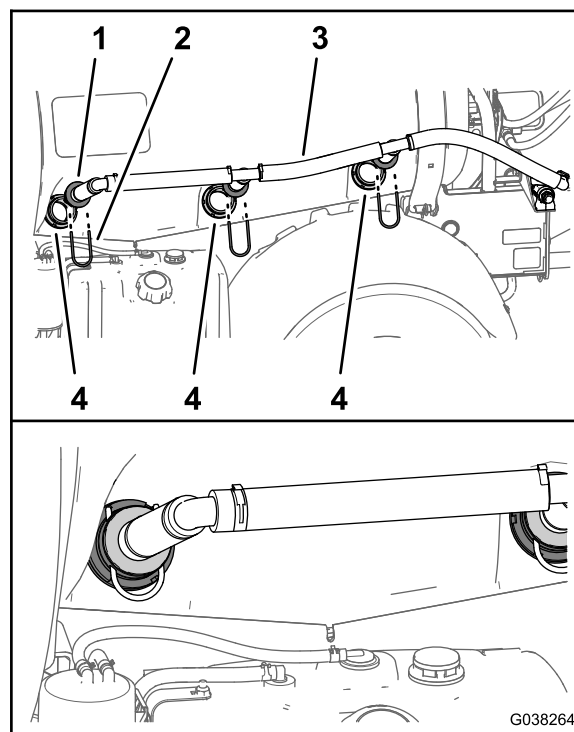

Figura 62
- Fissate gli ugelli dell'agitatore con i 3 fermi (Figura 62) che avete rimosso al passaggio 1 di Rimozione degli ugelli dell'agitatore dal serbatoio dell'irroratrice (pagina 13).
- Inserite i 3 ugelli dell'agitatore del gruppo ugelli dell'agitatore nei raccordi del diaframma del serbatoio dell'irroratrice (Figura 62).